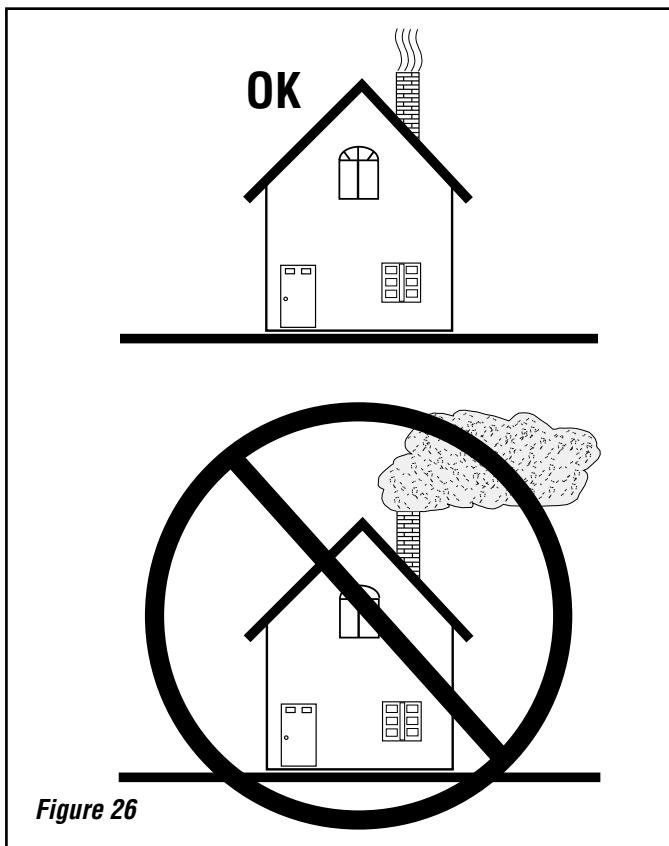

Figure 26
6. Sortir de l'habitation et vérifier la cheminée. La quantité de fumée doit être très réduite ; une quantité plus élevée indique un gaspillage de chaleur, une accumulation de crésote et de la pollution (*voir Figure 26*).